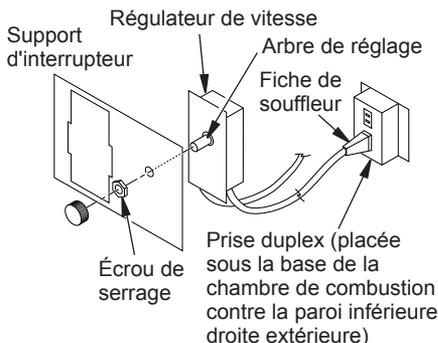

Figure 36 - Raccordement du régulateur de vitesse à la chambre de combustion
5. Montez la boîte du régulateur de vitesse sur le support de l'interrupteur en passant l'arbre de réglage en plastique à travers l'ouverture ronde du support de l'interrupteur (voir figure 36, page 23).
5. Installez la boîte du régulateur de vitesse contre la plaque de montage, dans la cavité inférieure du foyer, en passant l'arbre de réglage en plastique par le trou rond (voir figure 36, page 22).
6. Tout en tenant le régulateur de vitesse, fixez l'arbre de réglage avec l'écrou de verrouillage en poussant et tournant celui-ci dans le sens des aiguilles d'une montre avec une pince jusqu'à ce qu'il soit bien serré contre la plaque de montage. Positionnez le bouton de réglage fourni sur l'arbre (voir figure 36, page 22).